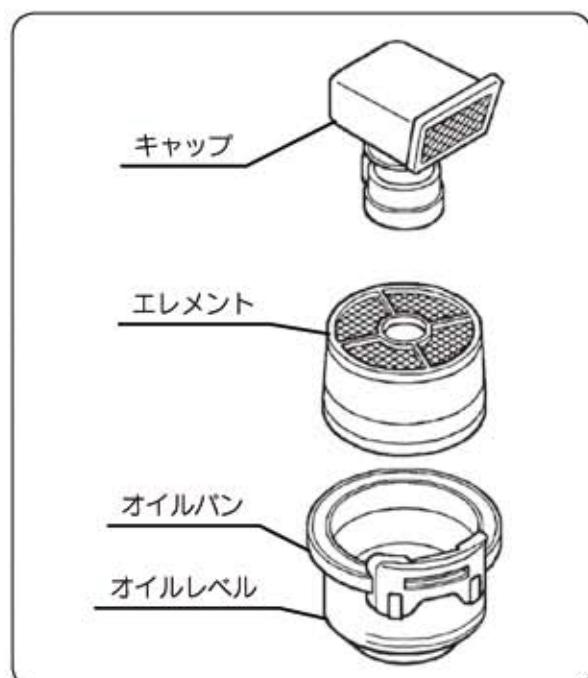

図40
- ② オイルが不足しているときは、オイルレベルまで補充してください。汚れがひどいときにはオイルパン・エレメントとも白灯油で洗浄しエレメントはエンジンオイルに浸し滴下しない程度に振り切ってください。 (図40)
- ③ オイルパンはよく洗浄し、新しいエンジンオイル(SC級以上)をレベルまで入れてください。 (図40)